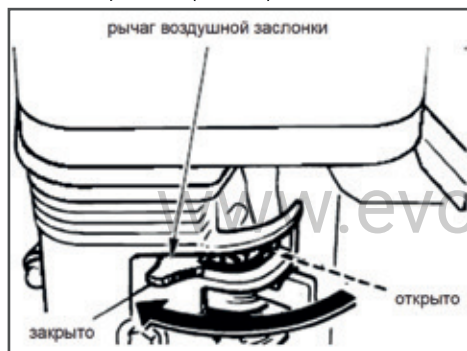

Рис.31
- При запуске холодного двигателя установите рычаг воздушной заслонки в положение Close (закрыто). При запуске теплого двигателя воздушную заслонку не закрывать (Рис.31).